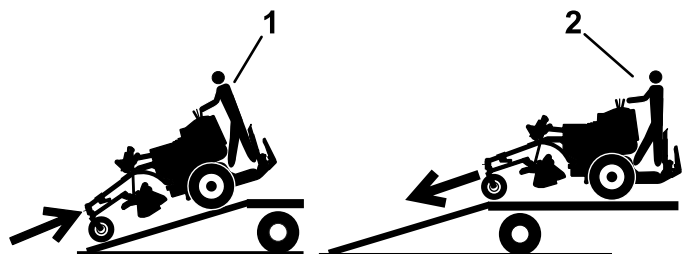

Figure 60
5. Montez la rampe en marche arrière (Figure 60).